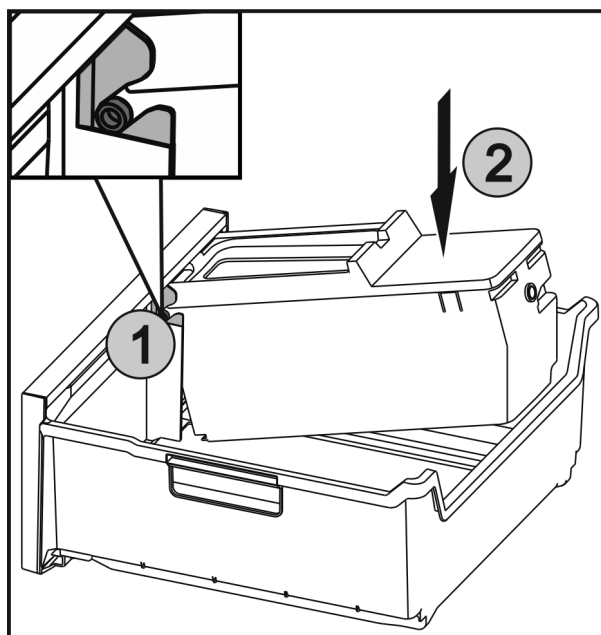

Fig. 66
- ▶ Вставить оси Fig. 66 (1) на EasyTwist-Ice в направляющие и вдавить заднюю сторону Fig. 66 (2) до фиксации накладки.